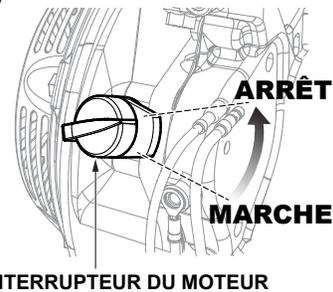

Figure 14. Interrupteur MARCHE/ARRÊT du moteur (position ARRÊT)
2. Une fois le moteur refroidi, mettez l'interrupteur MARCHE/ARRÊT du moteur sur la position **ARRÊT** (Figure 14).